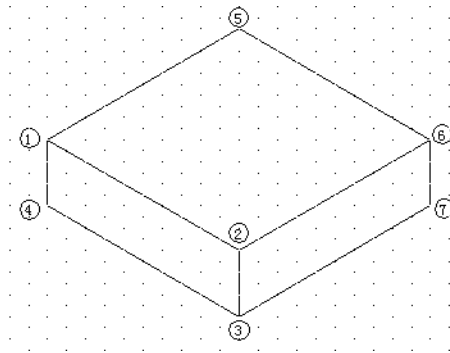

图 11-4 绘制长方体的等轴测投影图
调用 isoplane 命令，激活左轴测面。然后用直线将①、②、③、④各点连接起来，如图 11-4 所示。在等轴测图中的直线用法与正交视图中的用法相同。
这样，就完成了长方体的二维等轴测投影图，如图 11-4 所示。现在可以将这一步骤的成果保存，以备在下一步骤中继续使用。